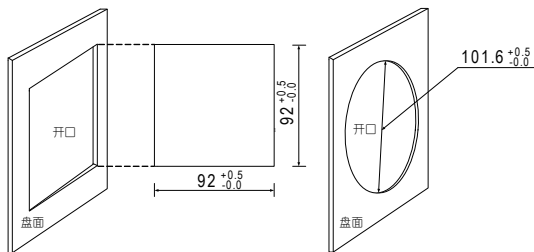

图2-3 开口尺寸
1、首先，在欲安装仪表的盘面上开DIN或者ANSI标准的安装孔，尺寸见图2.3。单位（mm）